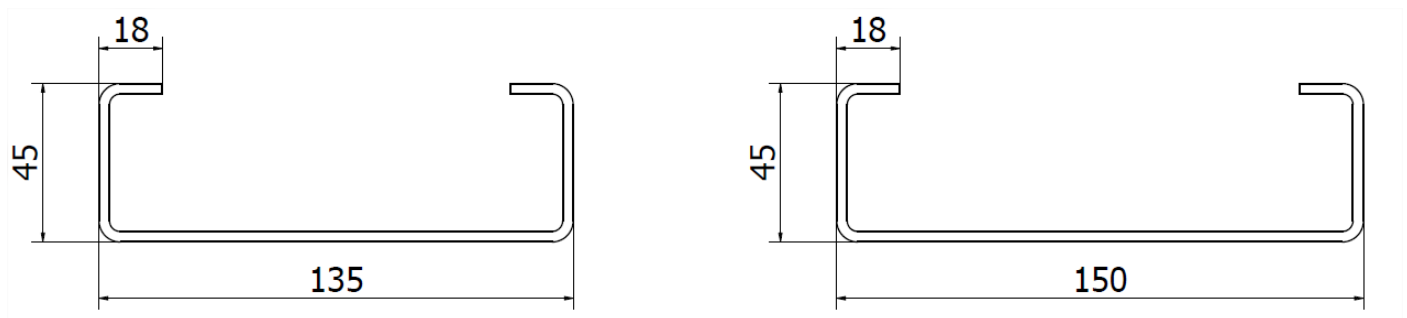
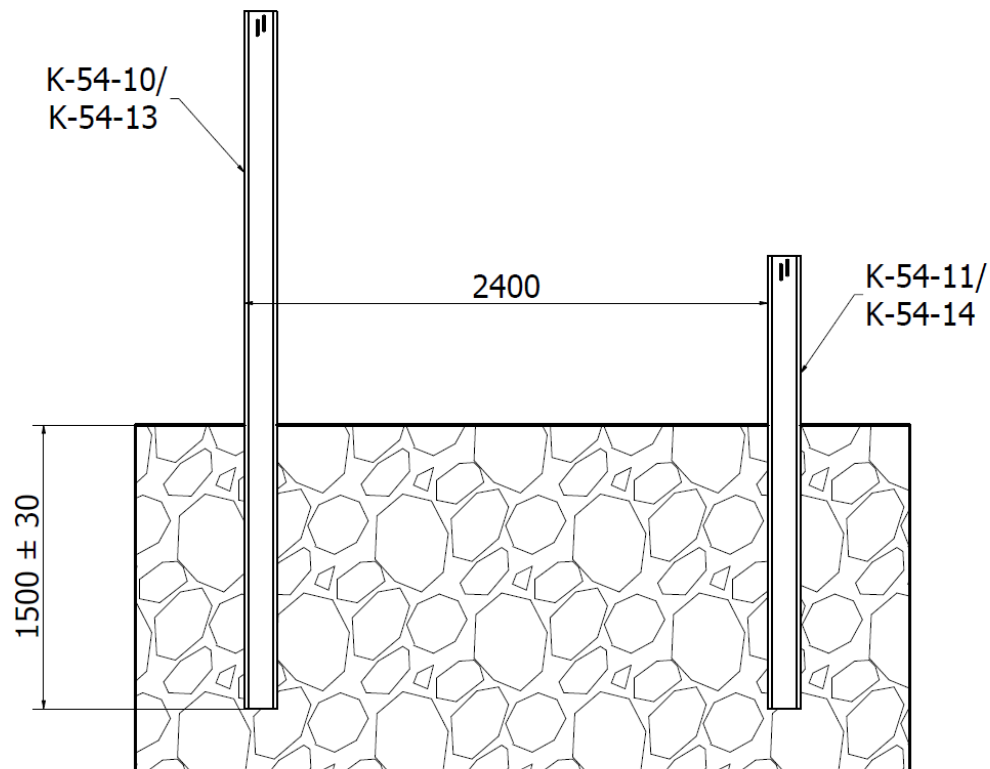

ABB.1 Querschnitt der Stützen
ABB.5 Montage der Stützen im Boden
- 1. Für die Montage der Konstruktion durch Einschlagen sind entsprechende Maschinen erforderlich, z. B. eine Pfahlramme oder ein Bagger mit entsprechendem Adapter mit Querschnitt des Tragprofils – Abb. 1.**
5. Die Stützen müssen mindestens auf eine Tiefe von 1500 mm +/- 30 mm eingeschlagen werden – Abb. 5. Beim Einschlagen der Stützen sollte eine Unterlage verwendet werden, idealerweise in Form eines speziellen Adapters, der für ihren Querschnitt geeignet ist - Abb. 1., direkter Kontakt mit dem eingeschlagenen Element ist untersagt. Dies verhindert mechanische Beschädigungen und das Abreißen der Korrosionsschutzbeschichtung von den Stützen. Während des Einschlagens sollte ihre vertikale Position kontrolliert werden.